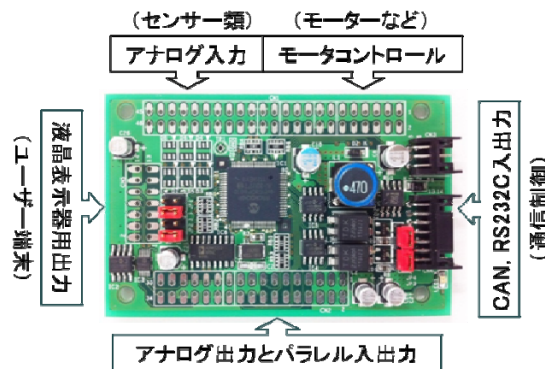

図1 開発した NARO CAN BOARD
1. NARO CAN BOARD は, CAN による情報の送受信を行うことができるマイコンボードです(図1)。大きさは, 名刺と同等のサイズで, 80MHz で動作する 16bitCPU を実装しています。